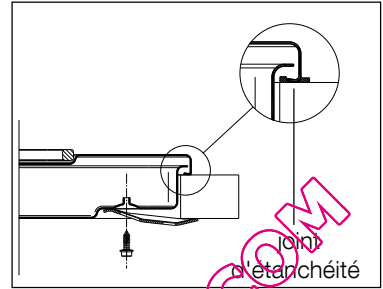

Fig.7
3. fixez la table au meuble à l'aide des pattes de serrage prévues à cet effet (Fig. 7). La traction exercée par les vis est suffisante pour tracer un sillon dans le joint d'étanchéité, que l'on pourra aisément enlever.